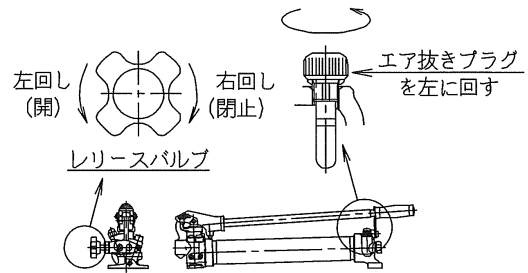

図8.
(1～2回転以上) (図8. 参照)
- ・リリースバルブを締めて下さい。(図8. 参照)
- ・エア抜きプラグを緩めて下さい。(1～2回転以上) (図8. 参照)